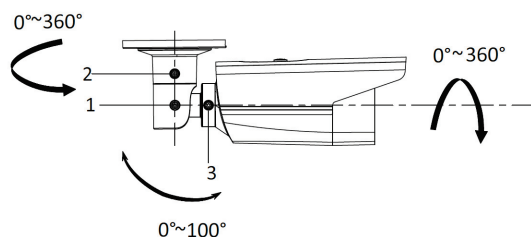

Figure 3 : Réglage de la caméra sur 3 axes ; 1, 2, 3 - Vis de blocage
La caméra est conçue pour être utilisée dans un environnement intérieur et extérieur (indice de protection IP 67) et peut être installée sur un mur. Il est possible de facilement régler la position de montage de la caméra à l'aide d'un support articulé, permettant l'ajustement dans les trois axes (voir la figure 3).
- Effectuer l'enregistrement de la caméra (voir le chapitre : Enregistrement vers un serveur) pour avoir accès à la prévisualisation et aligner la caméra dans le sens requis, autorisé sur trois axes - voir la figure 3.